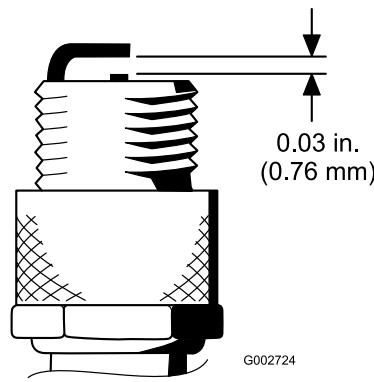

図 46
4. エア・ギャップを  $0.76\text{ mm}$  に調整する（図 46）。